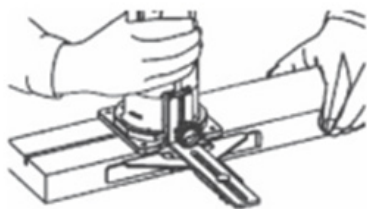

Fig. 6 – Fresando com guia reta
3. Encoste a base da guia paralela para orientar o trabalho, conforme mostra a Fig. 6;